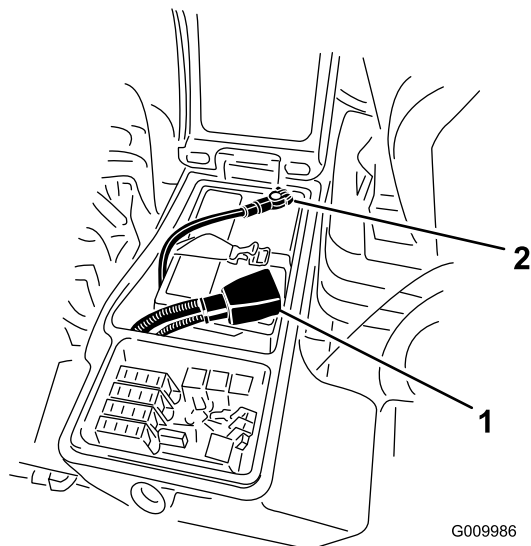

Figura 75
3. Rimuovete il cavo negativo (nero) dal morsetto negativo (-) e il cavo positivo (rosso) dal morsetto positivo (+) della batteria (Figura 75).
- Collegate il cavo positivo (rosso) al terminale positivo (+) e il cavo negativo (nero) al terminale negativo (-) della batteria (Figura 75).